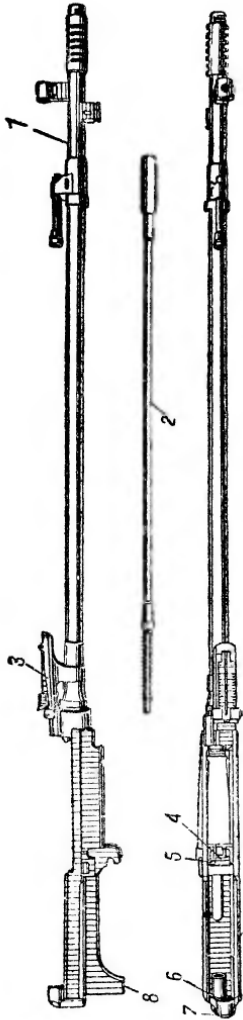

Рис. 3. Ствол со ствольной коробкой:
5. Ствол со ствольной коробкой (рис. 3) в собранном виде имеет следующие основные части: надульник; газовый цилиндр со штоком и толкателем с пружиной; прицел; отражатель с остановом затвора; разобщитель автоматического спуска; втулку ствольной коробки; запор втулки с упором и пружиной.